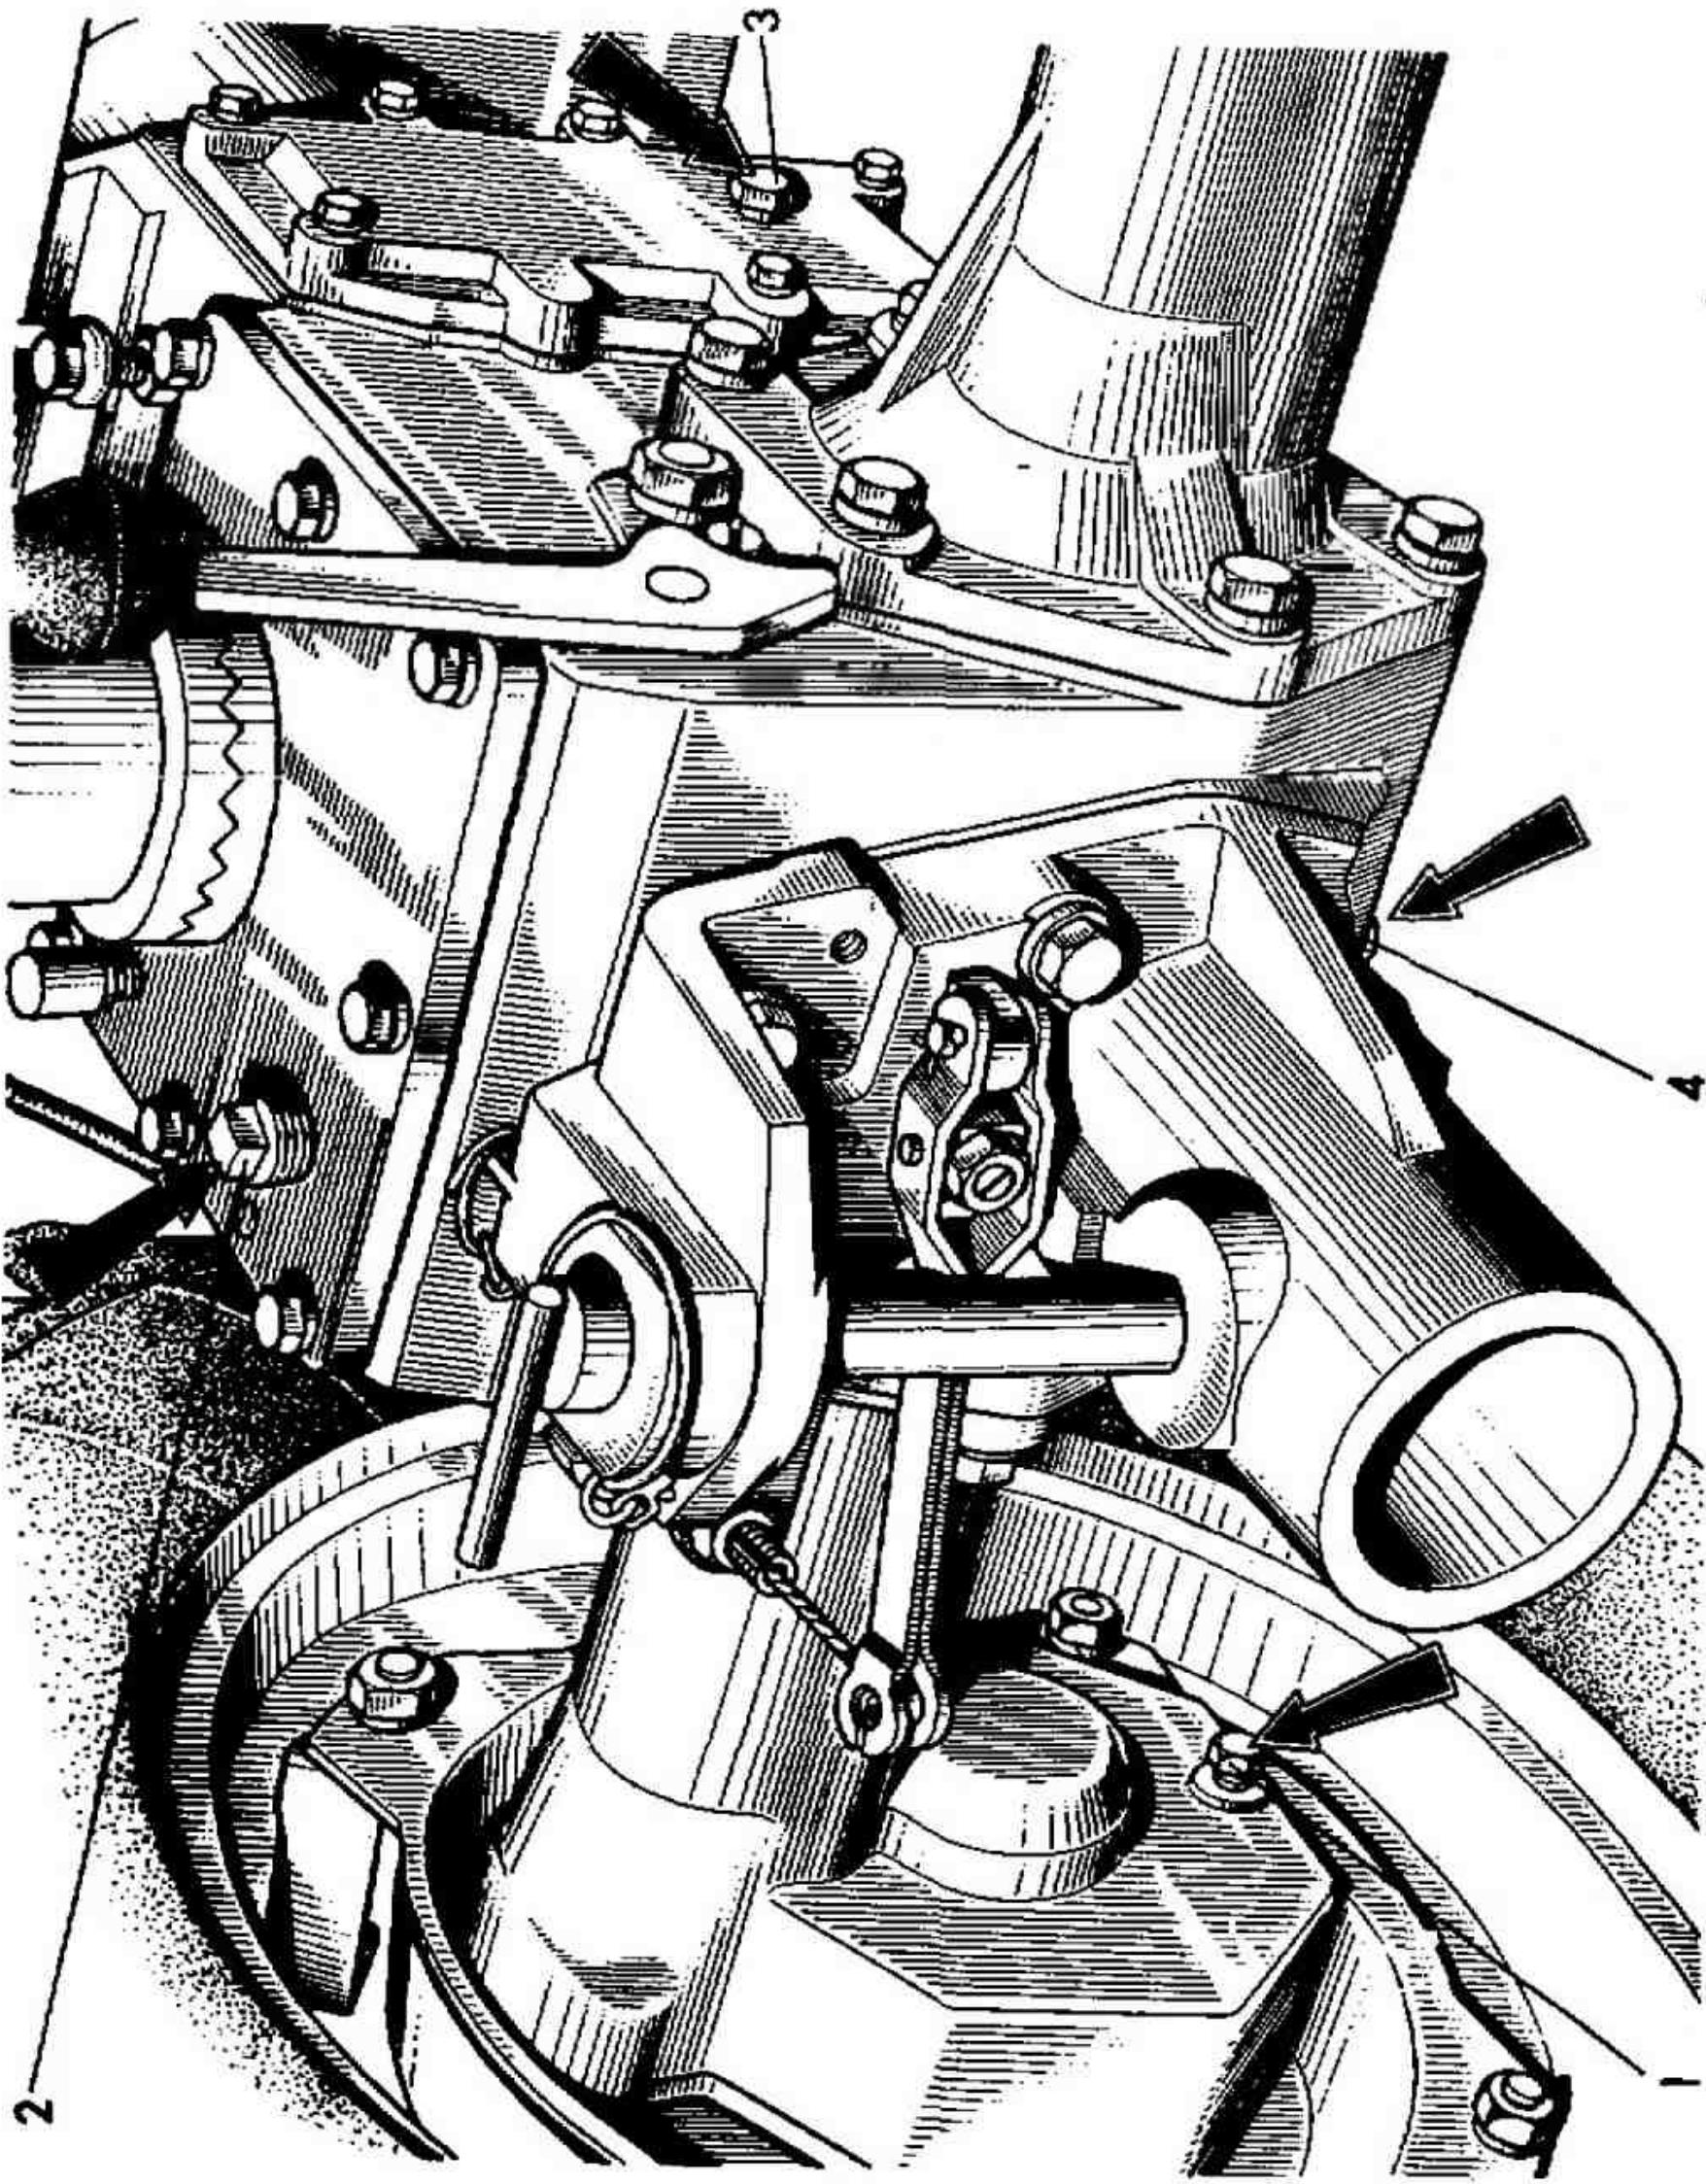

Рис. 28. Пробки отверстий слива, слива и контроля масла:
3. Замените масло в корпусе трансмиссии на четвертом ТО №2)	Слейте масло из прогретой трансмиссии, залейте чистое до появления его из контрольного отверстия (правая крышка коробки, рис. 28)